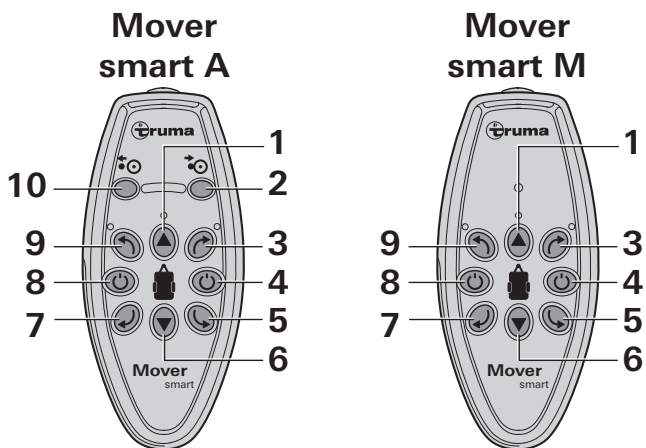
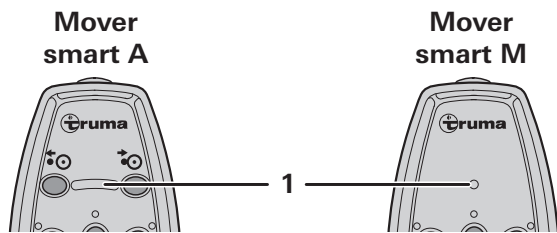

Bild 2
Bild 6
- Tryck på knappen (bild 2 - 8) på fjärrkontrollen tills lysdioderna tänds (bild 6 - 1).
**!** Knappen "Av" (bild 2 - 4) på fjärrkontrollen används även som nödstoppsbrytare. Vid avvikande beteende, t.ex. att Movern rör sig okontrollerat, måste knappen "Av" tryckas in med en gång.
- Styr husvagnen i önskad riktning med riktningssknapparna (bild 2 - 3/5/6/7/9).
**i** Om riktningssknapparna som sitter mitt emot varandra trycks in samtidigt (bild 2 - 5/9 eller 3/7) roterar husvagnen runt sin egen axel i motsvarande riktning.
- Under färd (framåt/bakåt) kan körriktningen ändras med hjälp av riktningssknapparna (bild 2 - 3/9 och 5/7).
- Tryck på knappen (bild 2 - 4) på fjärrkontrollen. LED-belysningen slocknar.